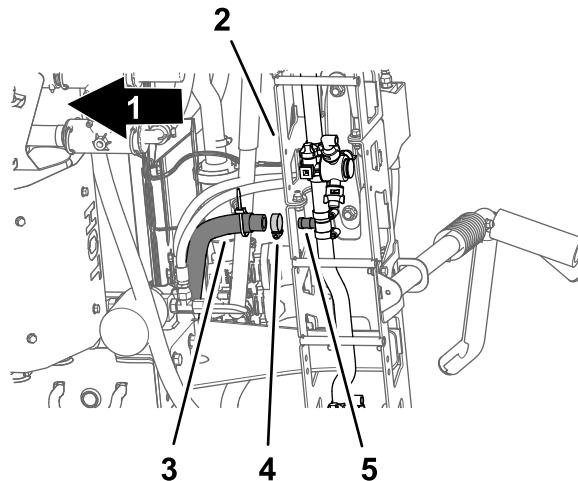

Bild 36
- Entfernen Sie unter dem mittleren Sprühabschnitt die Schlauchklemme, mit der der Zulaufschlauch für den mittleren Sprühabschnitt am gezahnten T-Anschlussstück befestigt ist (Bild 36).